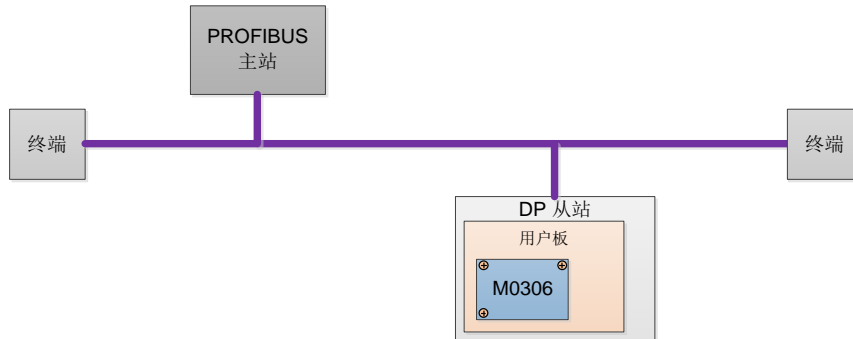

图 3.1 模块网络组建图
- 1) 如上图 3.1 所示，电脑、控制器以及 M0306 模块配置底板通过 90 度无编程 DP 连接器制作的 DP 总线连接起来，保证 DP 总线的两端各有一个终端。